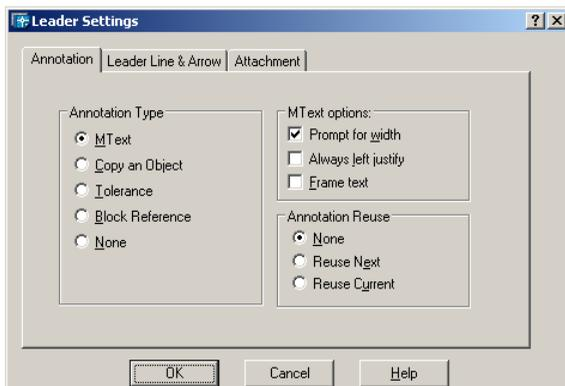

Рис. 1.56. Диалоговое окно параметров выноски
- на вкладке **Annotation**, показанной на рис. 1.56, задаётся тип пояснения, для которого строится выноска. В качестве пояснений могут использоваться многострочный текст, копии объектов, рамки допусков формы и расположения, блоки. Параметр **Copy an Object** позволяет использовать в качестве пояснения уже имеющийся объект, не создавая новый. Здесь можно также указать режимы многострочного текста и настроить повторное использование пояснения для последующих выносок;